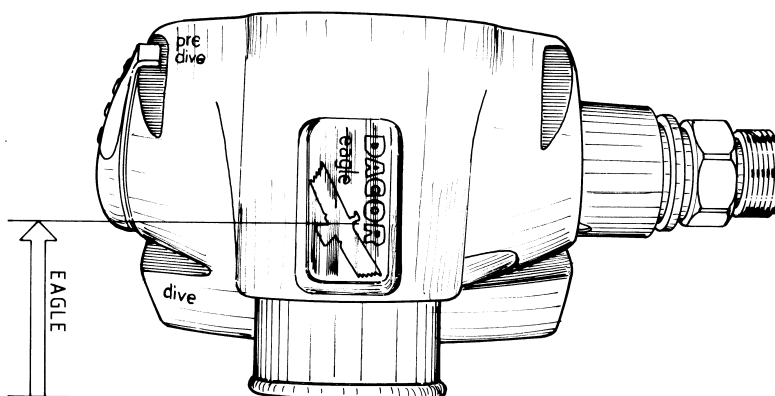

FIG. 11
- Quite de la Segunda Etapa, la abrazadera (43) y la boquilla (44).
- Cuando el nivel de agua partiendo del punto indicado en el esquema, (Fig. 11), está incluido en los valores de esfuerzo indicados en la tabla A el aire debe comenzar a fluir.